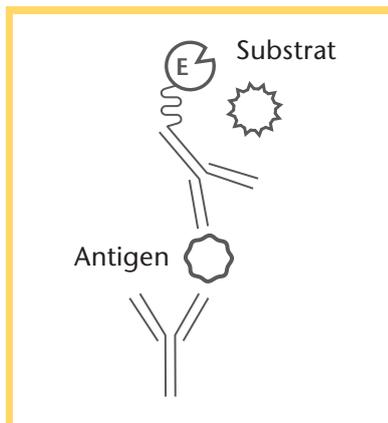

Abbildung 1: Schematischer Aufbau des Sandwich-ELISA
Derzeit gibt es die folgenden drei verschiedenen Systeme (Abbildung 1 - 3): Sandwich-ELISA, kompetitiver und indirekt kompetitiver ELISA.
Nach einem zweiten Waschschrift werden das Substrat und nach definierter Zeit die Stopp-Lösung zugegeben. Schließlich wird die optische Dichte (OD) gemessen. Die OD ist die Abschwächung bzw. der Intensitätsverlust von Licht beim Durchgang durch die (optisch aktive) Messlösung. Es wird als Vereinfachung häufig der Begriff „Absorption“ verwendet. Das Signal ist beim Sandwich-ELISA proportional zur Menge des Antigens (Analyt) (siehe Abbildung 1, Schritt 6, zweites Bild).